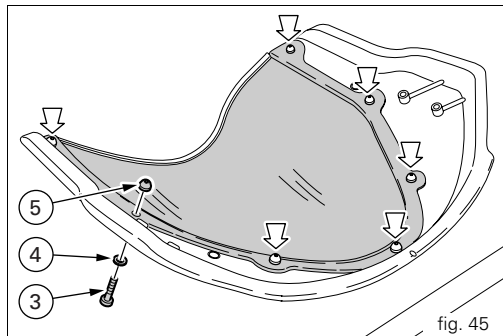

fig. 45
Pour remplacer le pare-brise, utiliser la clé Torx spéciale et dévisser les vis (3) avec rondelle en Nylon (4), en maintenant les écrous (5) de l'intérieur de la bulle (fig. 45) pour éviter qu'ils ne tournent.